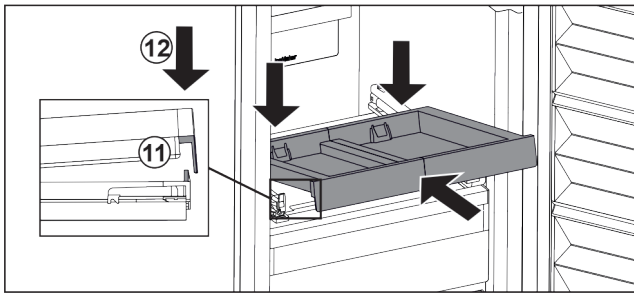

Fig. 88
- ▶ Työnnä sisään vinossa asennossa. Varmista samalla, että pysäytinvaste on molemmilla puolilla kielekkeen takana. Fig. 88 (11)
- ▶ Laske vetotaso edestä alas. Fig. 88 (12)